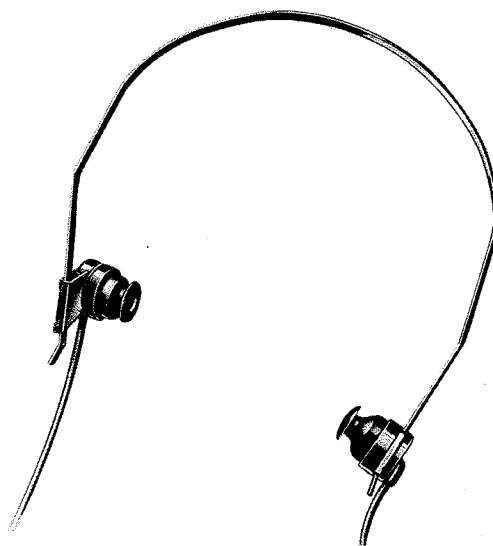

Bild 24 Kopfhörer HS-30-(*)
1.2.15 Kopfhörer HS-30 (Bild 24 und 25)
Der Kopfhörer (Magnetsystem) ist in Bild 24 und 25 dargestellt. Jede Hörmuschel kann an der Metallführungsschiene bewegt und entsprechend eingestellt werden.